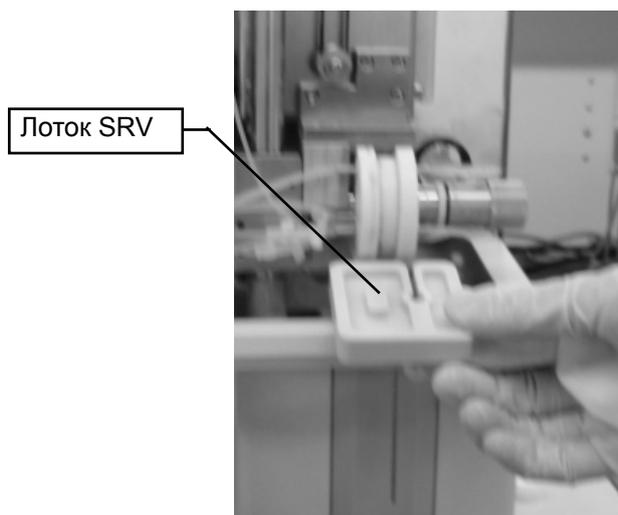

Рисунок 10-48 Извлечение лотка SRV
2. Через несколько минут откройте переднюю крышку и извлеките лоток SRV (Рисунок 10-48).